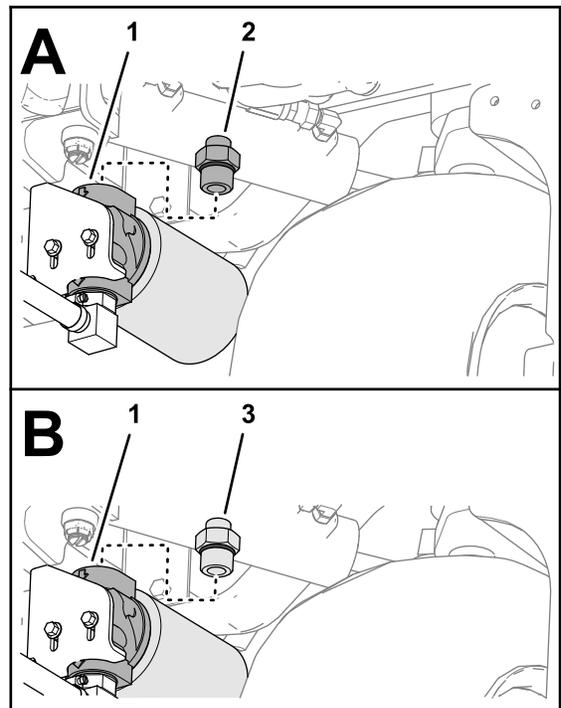

Figure 31
3. Déposez le raccord de l'orifice supérieur de la tête du filtre (**Figure 31**).
4. Insérez le raccord droit (-8 joint torique / 1-1/16" SAE) dans l'orifice supérieur de la tête du filtre (**Figure 31**).